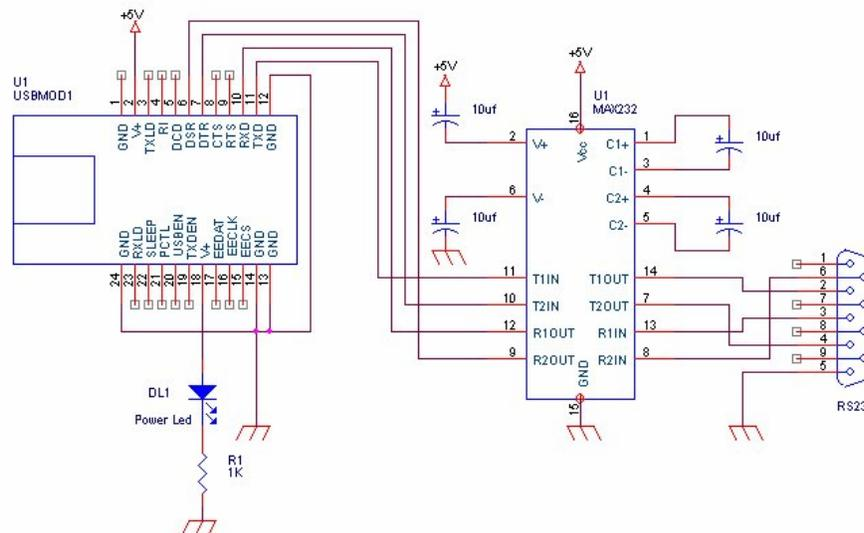

Figura 6 Interfaz USB – RS232
- Multi-propose UART/FIFO Controllers: Los controladores multi-propósitos del UART/FIFO manejan una transferencia de datos dual entre Rx y Tx registrando la transmisión y el envío. Cuando está configurado como UART maneja asíncronamente 7/8 bit de paralelo a serial o de serial a paralelo en la conversión de datos de la interfaz RS232 (RS422 y RS485). (Figura 6)